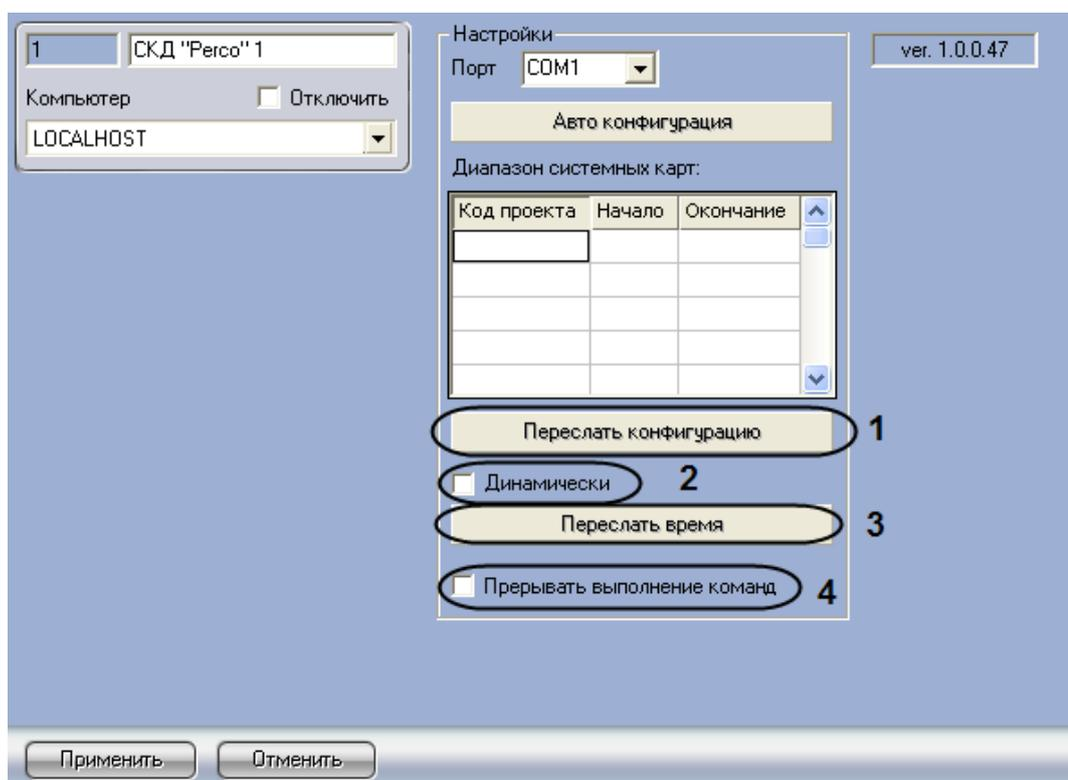

Рис. 3.4—1. Пересылка конфигурации на контроллеры СКД Perco
1. Перейти на панель настроек объекта **СКД Perco** (Рис. 3.4—1).
2. Нажать кнопку **Переслать конфигурацию** (см. Рис. 3.4—1, 1) для пересылки в контроллеры СКД Perco информации о заданных в ПК ACFA Intellect параметрах конфигурации СКД Perco: данных о зарегистрированных в ПК ACFA Intellect уровнях доступа, временных зонах доступа, кодах карт доступа и пр.
3. Если требуется при изменении конфигурации СКД Perco автоматически пересылать ее в контроллеры, необходимо установить флажок **Динамически** (см. Рис. 3.4—1, 2).
4. Нажать кнопку **Переслать время** (см. Рис. 3.4—1, 3) для пересылки в контроллеры времени компьютера.
5. Если необходимо прерывать выполнение команд при ошибках, установить флажок **Прерывать выполнение команд** (см. Рис. 3.4—1, 4).